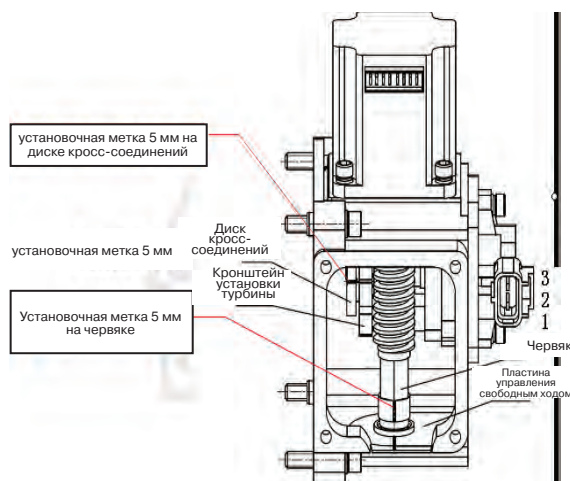

Рис. 16
- 2) Совместите две метки на диске кросс-соединения, см. рис. 16